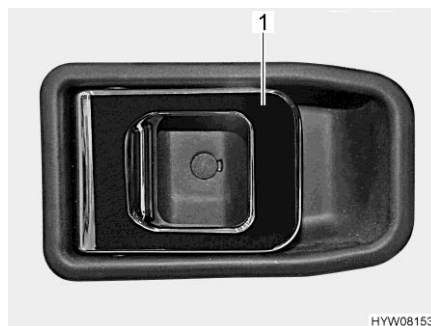

Fig. 33 Serratura della porta (porta conducente/porta di ingresso, lato interno)
- Apertura:** ■ Tirare la maniglia (Fig. 33,1). La serratura della porta si sblocca o apre.
- Bloccaggio:** ■ Premere la maniglia (Fig. 33,1). La serratura della porta si blocca.